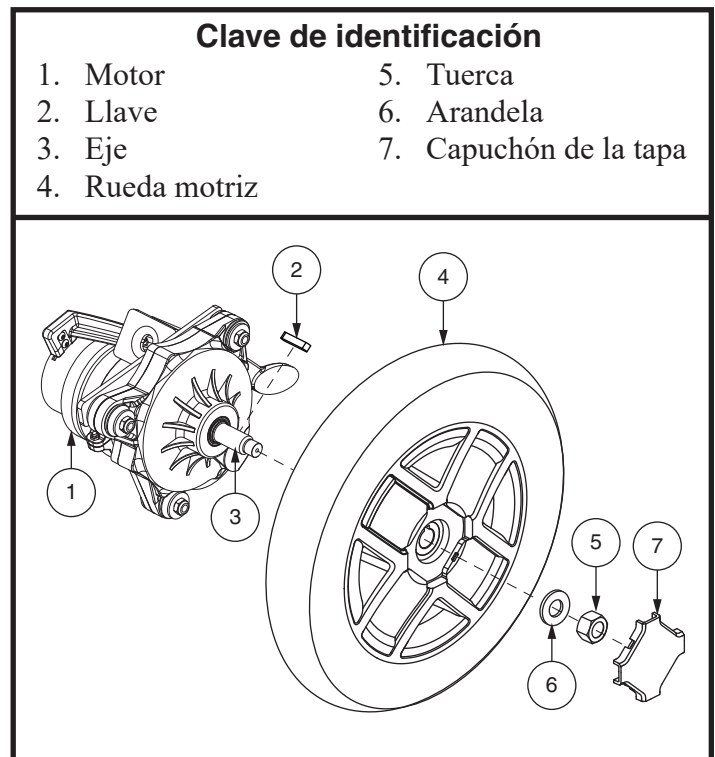

Figura 23. Rueda motriz desmontada
6. Retire la tuerca de la rueda motriz del cubo. Ver figura 23.
9. Coloque de nuevo la tuerca de la rueda en el cubo y apriete. Ver figura 23.